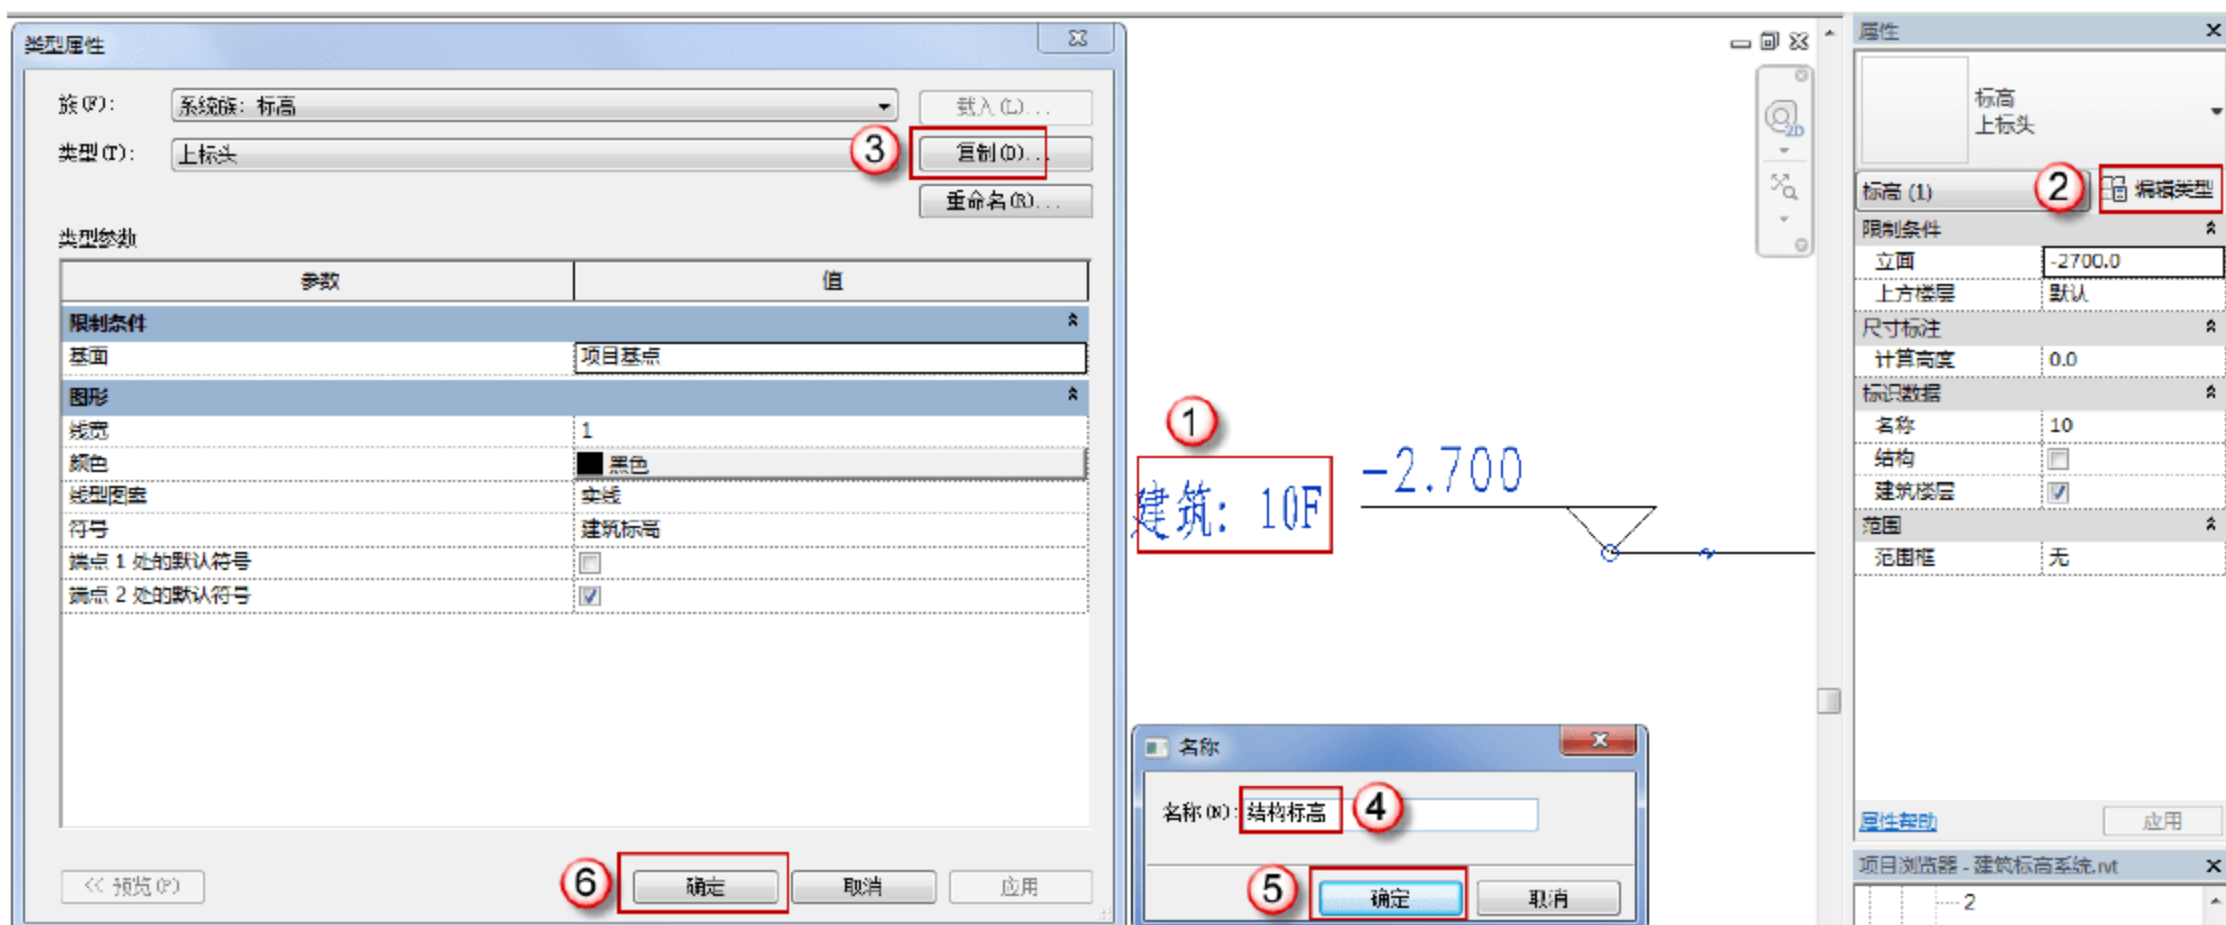

图 1.2.42 复制结构标高的类型
(4) 复制结构标高的类型。选择第 (3) 步绘制的标高，在“属性”面板中单击“编辑类型”按钮，在弹出的“类型属性”对话框中单击“复制”按钮，在弹出的“名称”对话框中输入“结构标高”名称并单击“确定”按钮，如图 1.2.42 所示。